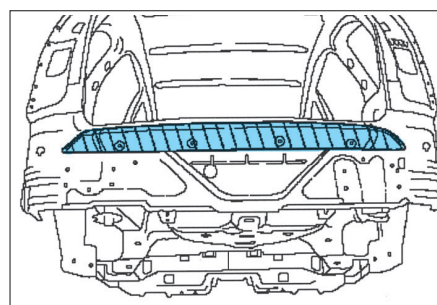

FIG. 63
- Déposer par perçage la jupe arrière sup. (Fig.63).